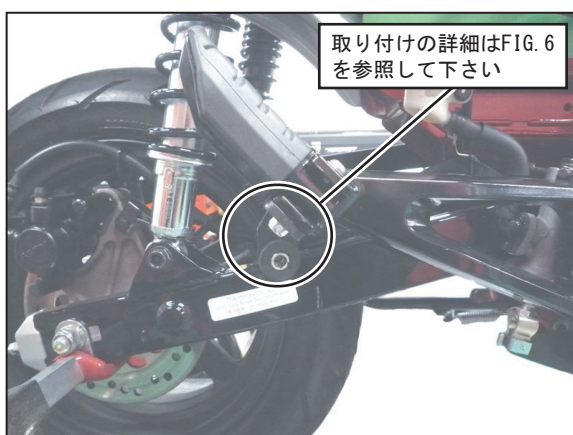

FIG. 5
5. サーマニュアルを参照し、右側タンデムステップのペダルを留めているピンを外して下さい。次に、④ボタンボルトM6×45、⑦SUSワッシャM6×13、⑧UナットM6を使用して②マフラスターをタンデムステップに仮締めして下さい。（FIG. 5, 6 参照）